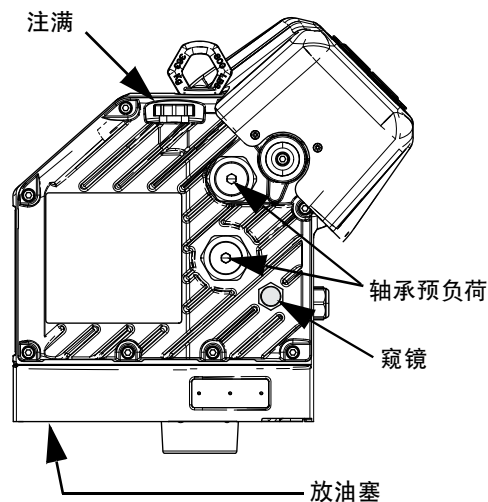

图 13: 窥镜和注油盖
3. 拆下放油塞。有关放油塞的位置，请参见图 13。排放驱动器中的所有机油。
请参考下面的图 13。定期检查内窥镜中的油位。当驱动器不运行时，油位应大约在窥镜一半高度处。油位较低时，打开注油盖，加入 Graco 产品编号为 16W645 的 ISO 220 无硅合成 EP 齿轮油。